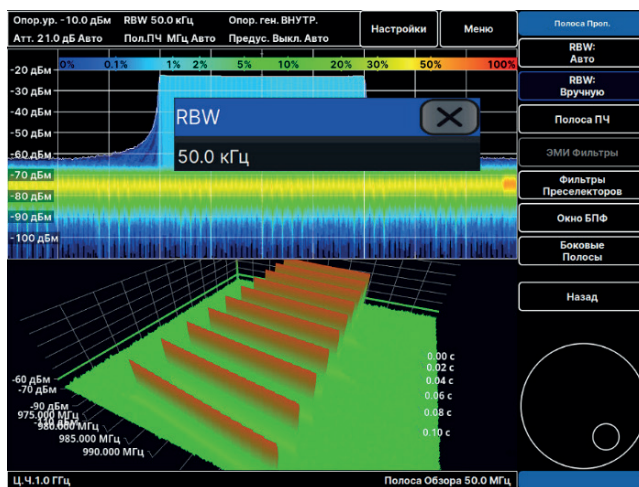

Рис. 76. Настройка разрешения по спектру
**RBW Вручную / RBW Manual** – ручная настройка разрешения по спектру, далее ввести необходимое значение разрешения в численном поле появившегося окна или изменить значение джоном (Рис. 76);